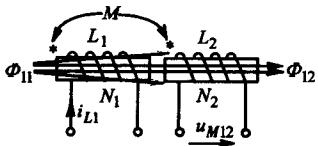

图 10.1-20
所谓磁耦合关系, 是指由一个电感线圈中电流 i_{L1} 所产生的自感磁通 Φ_{11} 的一部分或全部穿过另一个线圈的现象(见图 10.1-20)。穿过另一个线圈的磁通 Φ_{12} 称为互感磁通。
②互感系数 M : 以图 10.1-20 为例, 穿过第二个线圈的磁链 $\psi_{12} = N_2 \Phi_{12}$ 与产生此磁链的电流 i_{L1} 的比为互感系数 M_2 , 即 $M_2 = \psi_{12} / i_{L1}$; 同样可有 $M_1 = \psi_{21} / i_{L2}$ 。可以证明 $M_1 = M_2 = M$ 。
③互感的标记端: 由于分析互感现象时直接与线圈的绕